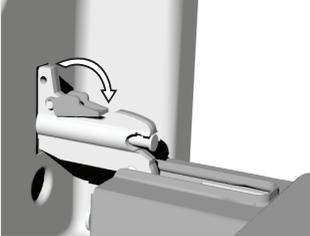

Abb. 2
- Fassen Sie die Glasscheibe am unteren Rand an, heben Sie sie leicht an, damit sie aus dem Träger herauspringt und nehmen Sie sie heraus (Abb. 2).
- Drehen Sie beim **GentleClose** System die Aushängesperre um 90° zurück (Abb. 2).